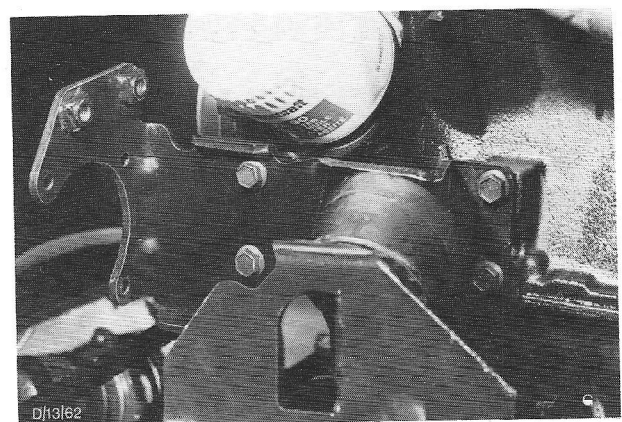

Fig.53. Pompsteun (met bevestigingspunten voor pomp en riemsparnerpoelie).
7. Neem de pomp van de steun, zie Fig.53 en verwijder de poelie van de pomp.